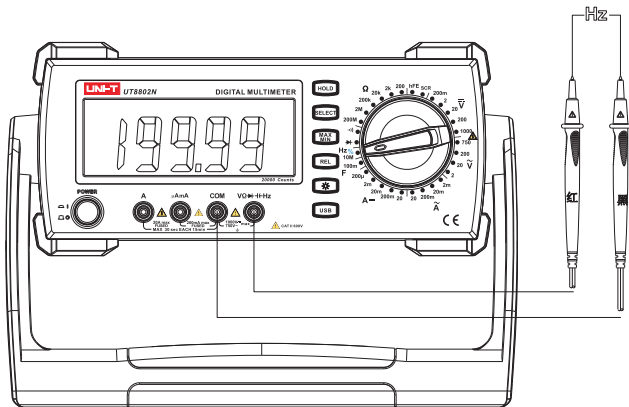

图6. 频率测量
- 2) 将仪表的旋转开关转到"图6"测量档,旋转开关频率测量档Hz(按SELCEC键,可以切换功能测试占空比%),将表笔并联到待测信号源上。